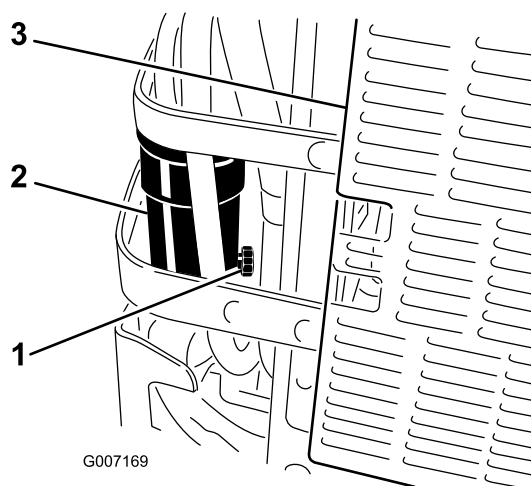

Figura 43
6. Aprite di circa un giro la valvola di spurgo sul separatore di condensa per permettere lo spurgo dell'acqua e di altre sostanze contaminanti (Figura 43).
7. Chiudete la valvola di spurgo quando inizia a fuoriuscire solamente gasolio (Figura 43).